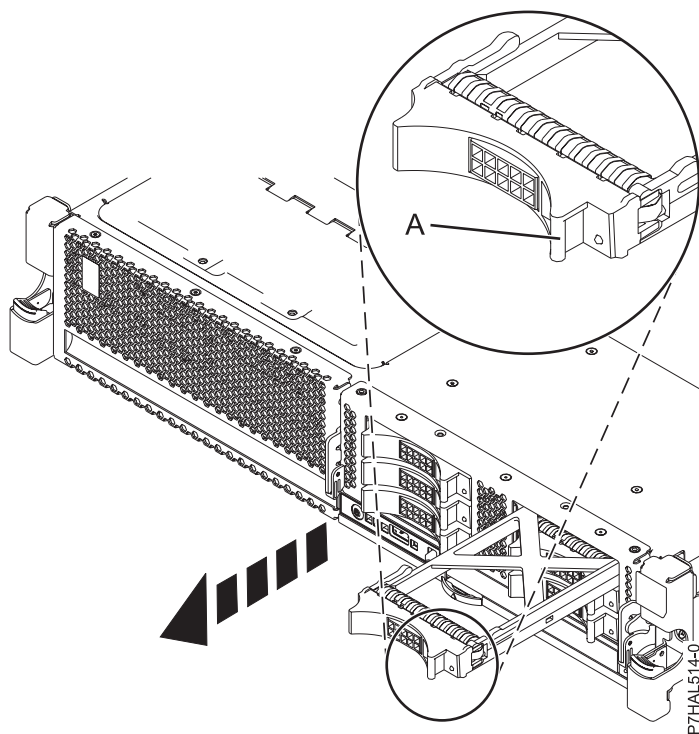

Figura 59. Extracció d'un panell de reblliment d'unitat de disc
3. Aguanteu la nansa del panell de reblliment (**A**) i estireu-la fent-la sortir de la ranura, tal com es mostra a la Figura 59 a la pàgina 96.